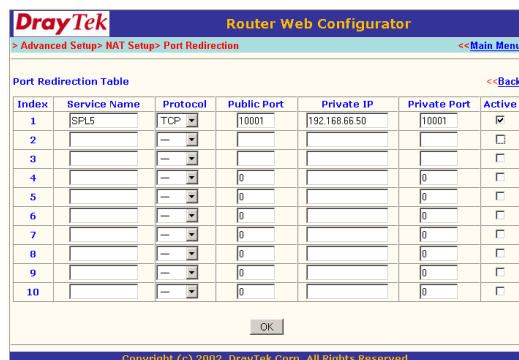

Figure 7: Configuration du port et de l'adresse
- Dans la fenêtre suivante (figure 7) l'adresse et le numéro du port de l'ordinateur local doit être entré. Le SPL5 serveur utilise le port numéro 10001.